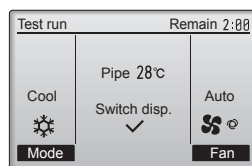

Fig. 7-6
- ① Appuyez sur le bouton  pour changer de mode de fonctionnement entre "Cool" (Froid) et "Heat" (Chaud). (Fig. 7-6)